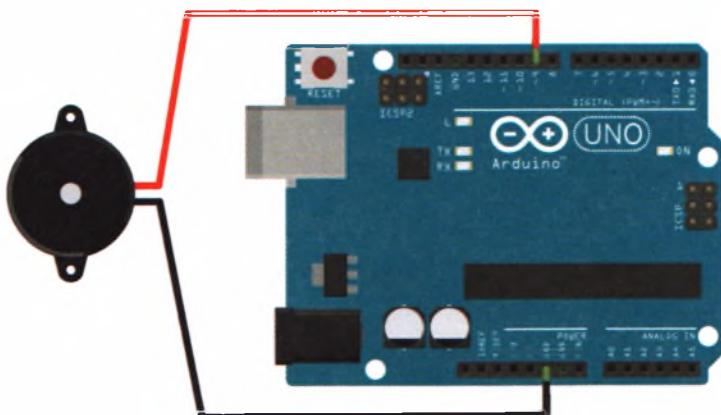

РИСУНОК 7.1
- Убедитесь, что ваша цепь соответствует схеме на рис. 7.1, а затем загрузите в память Arduino код скетча, приведенный в разделе «Скетч» далее в этом проекте.